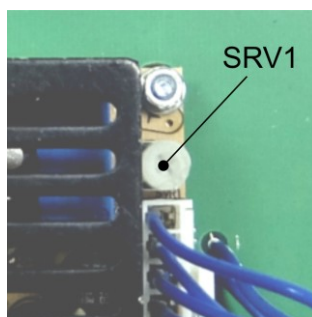

Рисунок 6 – Подстройка выходного напряжения
12.2 Модуль питания не требует специального технического обслуживания в период гарантийного срока. Допускается по истечении гарантийного срока регулировка выходного напряжения в пределах (24-29) В при помощи переменного резистора SRV1, расположенного на электронной печатной плате (рисунок 6).